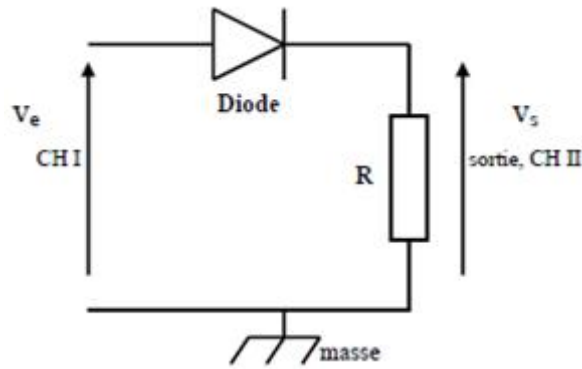

Figure 1
- Câblez le circuit de la figure 1 sur votre plaque. La diode est de référence 1N4148 et la résistance est  $R=1\text{k}\Omega$ . (voir code de couleurs).